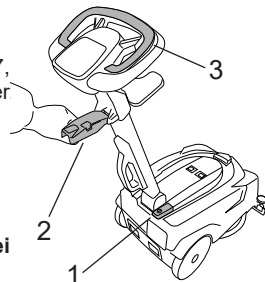

Fig.16
- Den Hauptschalter (Abb. 16, Pkt. 1) drücken.
- Senken Sie den Saugfuß mit dem Hebel ab (Abb. 16, Pkt. 2).
- Bedienen Sie den Bürstensteuerhebel (Abb. 16, Pkt. 3).
- Heben Sie den Saugfuß mit dem Hebel an (Abb. 16, Pkt. 2).
- Drücken Sie den Hauptschalter (Abb. 16, Pkt. 1).